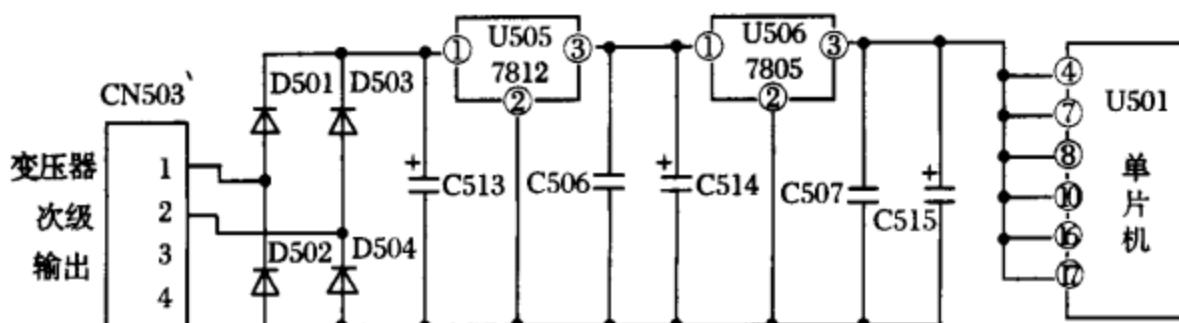

图1-11 直流供电电路
例1：如图1-11在变压器次极①、②端有交流13V输出的情况下，先测单片机U501的④、⑦、⑧、⑩、⑪、⑫脚有无+5V电压。若没有+5V电压，则应检查U505稳压块的①脚有无+13V，没有13V电压则是整流滤波电路故障；有13V电压，在确认C506、C514、C515完好的条件下，再测U506①脚有无+12V电压，如果①脚有+12V电压输入，而③脚无+5V输出，则判定U506损坏，可用国产7805系列稳压集成块代换。